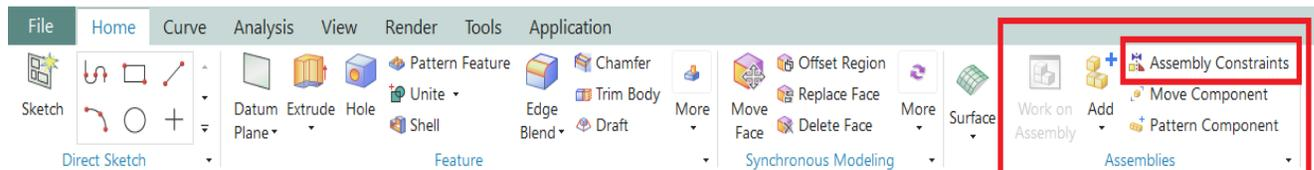

Figura 1.7 Restricciones de ensamble.
- En la **ribbon bar**, seleccionar **Assembly Constraints** (Figura 1.7).